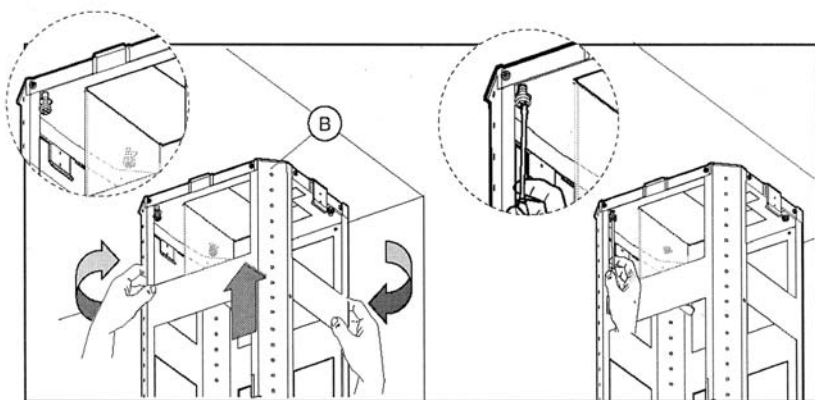

Fig.4
- Tome la parte superior de la estructura **B** (fig.4) e introdúzcala en los 3 tornillos no atornillados completamente correspondientes a los 3 ojales. Haga una ligera rotación para el empotre (fig.4). Atornille el cuarto tornillo **X** y ajuste los otros 3 tornillos restantes para obtener una fijación definitiva de la parte superior de la estructura **B**.